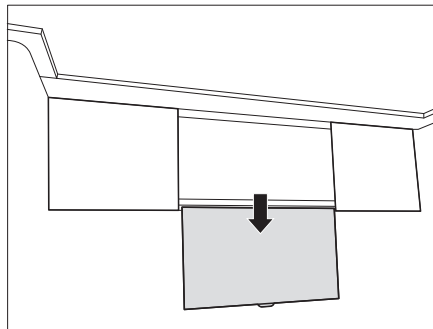

Figure 137 Écran plat en position inférieure
- Tirer sur l'écran plat vers le bas par la poignée (Fig. 137).